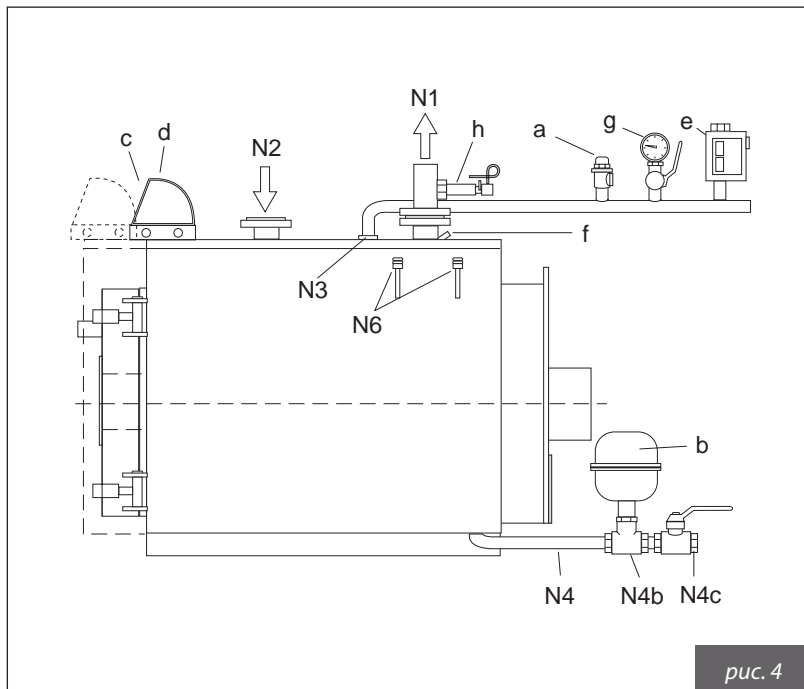

рис. 4
3.2.3.1. Водяная отопительная система с закрытым расширительным баком Мощность в топочной камере ≤ 300.000 ккал/час, давление 6 бар (рис. 4)